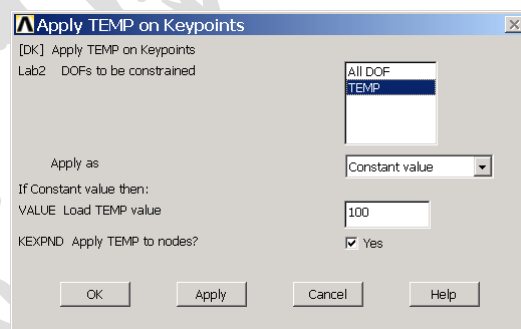

图4.86 定义温度荷载
(8) 单击 Main Menu>Preprocessor>Loads>Define Loads>Apply>Thermal>Temperature>On Keypoints 菜单, 选择关键点 1 和 2, 然后弹出如图 4.86 所示的对话框。在【DOFs to be constrained】列表框中选中【TEMP】选项, 并在【Load TEMP value】文本框中输入“100”, 确认【Apply TEMP to nodes】后面【Yes】复选框选中, 单击【OK】按钮。